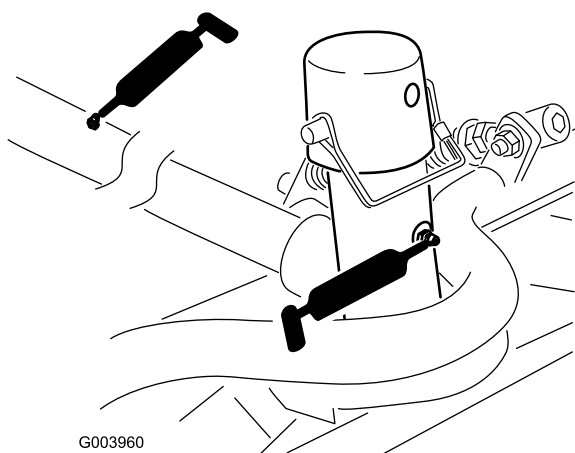

図 103
- ・ キャリアフレームとピボット各カッティングユニットで2ヶ所 図 103